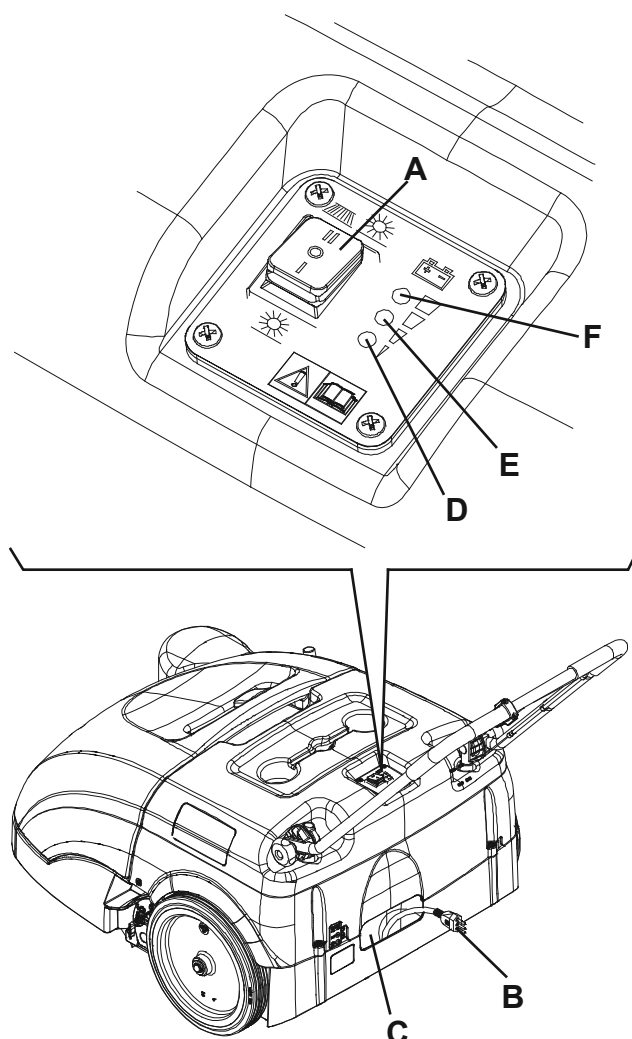

Figure 12
2. Positionner l'interrupteur général (A, Fig. 12) sur "0".
3. Déposer le câble (B) du chargeur de batterie du logement (C) et le brancher au réseau électrique.